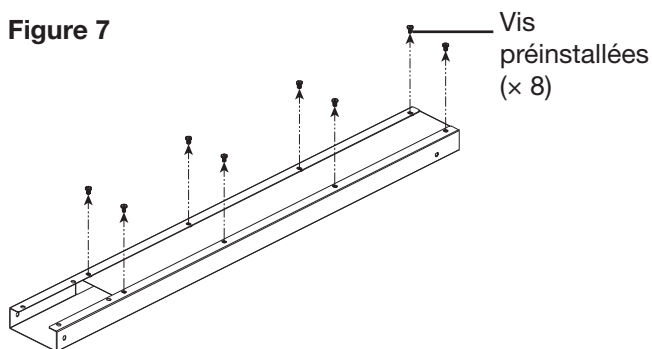

Figure 8
2. Insérer le régulateur avec tuyau dans le montant supérieur. (Figure 8)